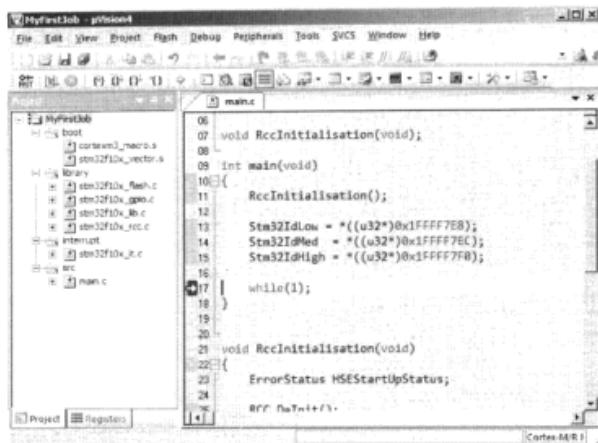

图 4.4.23 程序运行至断点处
① 首先请读者将光标停留在程序中“while(1);”一句所在行, 按下 F9 设置断点, 并随即按下 F5 执行全速运行。因为程序很短小, 对于 72 MHz 主频的 STM32 来说, 花费的时间只有几个 μ s, 因此很快可以看到程序停在了设置断点的一行, 如图 4.4.23 所示。